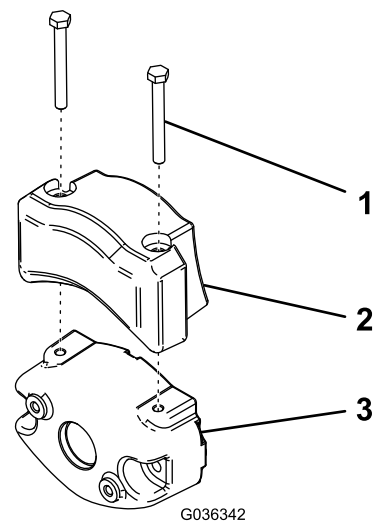

Figura 60
2. Sujete el contrapeso eléctrico al contrapeso existente con 2 tornillos, según se muestra en Figura 60.